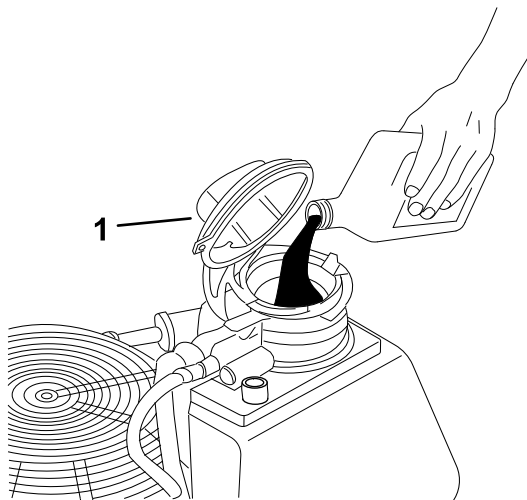

Figure 39
7. Si le niveau d'huile est trop bas, ouvrez le bouchon de remplissage d'huile (Figure 39).